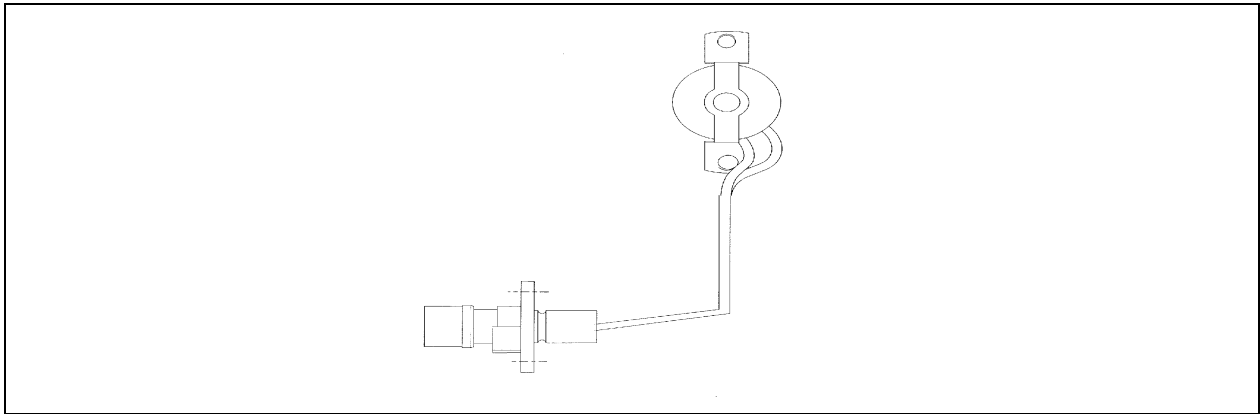

Figure 27: Nouvel ensemble thermostat et connecteur.
7. Remplacer l'ancien thermostat et l'ancien connecteur par les nouveaux (figure 27), fournis dans l'ensemble 064982;